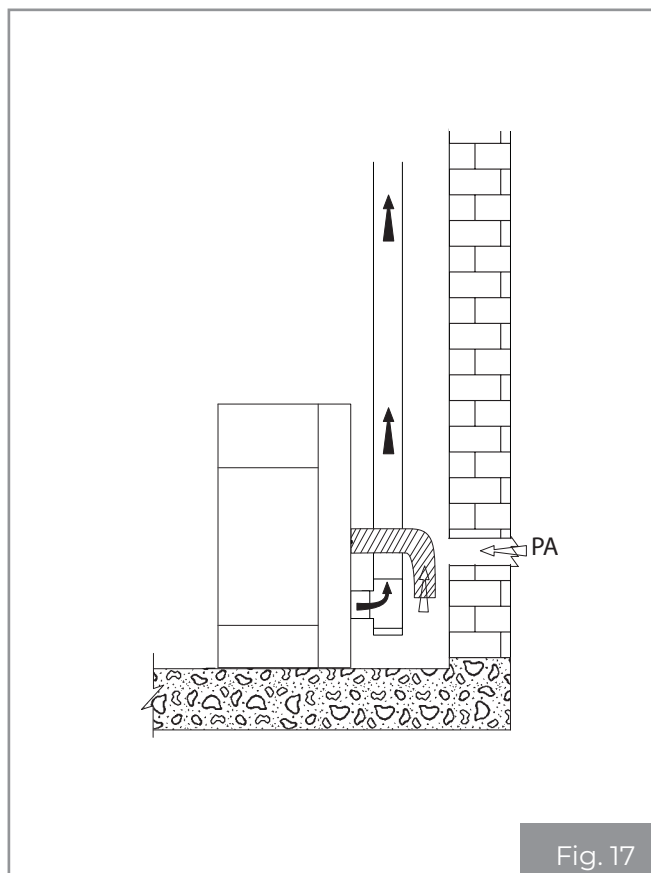

Fig. 17
- provenire dall'ambiente di installazione o da adeguati locali attigui (**Fig. 17**).